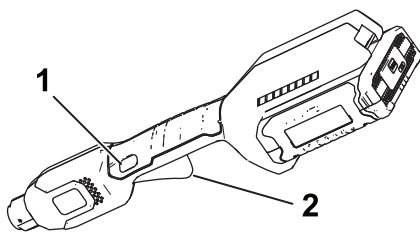

Figur 7
2. Innrett kammeret i batteripakken med koblingsarmen på håndtakshuset (Figur 7).
3. Skyv batteripakken inn i håndtaket til batteriet låses fast i låsen (Figur 7).